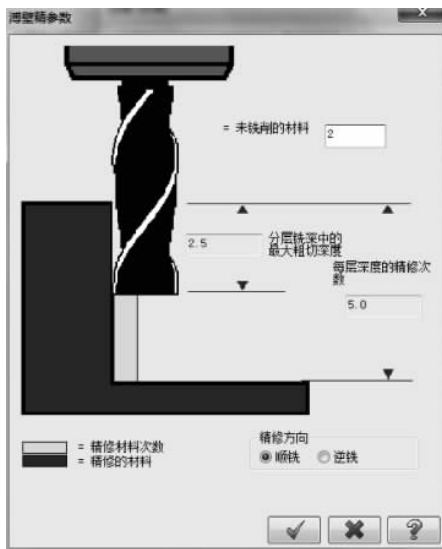

图 5-55 “薄壁精修次数”设置对话框
- “薄壁精修”按钮：在铣削薄壁零件时,单击此按钮,用户可以设置更细致的薄壁件精加工参数,以保证薄壁件在最后的精加工时刻不变形,如图 5-55 所示。